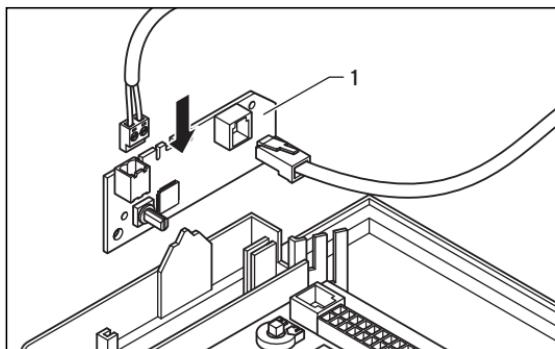

Fig. 4.2 Montaje de la placa del acoplador de bus
- Deslice la placa (1) con el clip en el alojamiento (2) de la caja de distribución.
- Conecte la línea de bus (3) al terminal de conexión adjunto (4).
- Introduzca el terminal de conexión (4) de la línea de bus en el contacto (5) de la placa de acoplador de bus.
- Monte la placa del acoplador de bus en la caja de distribución según la fig. 4.2.